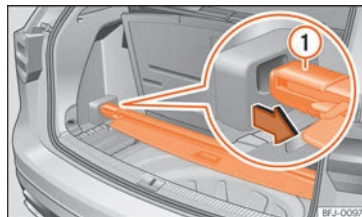

Fig. 154 Sous le plancher de coffre : rangement de la plage arrière.
- Placez la plage arrière sur le support prévu à cet effet » fig. 154.